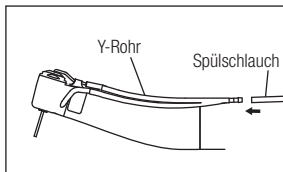

Abb. 9
- 2) Verbinden Sie die externe Wasserdüse fest mit dem Y-Rohr. (Abb. 9)